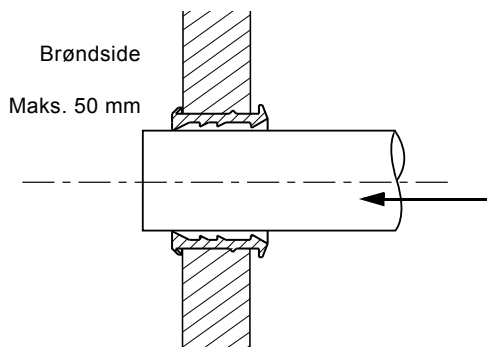

Fig. 24 Rør med LM50/LM100-manchet, set fra siden
**LM50/100-manchetter:** Skub indløbsrøret gennem manchetten. Se fig. 24.